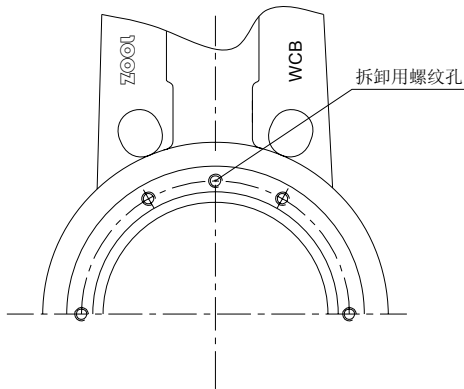

图8-5
- 当阀板 ② 处于 20%~30%开度后,将所有紧固压圈的定位螺钉 ⑫ 用拆卸工具(十字螺丝刀或内六角扳手),从逆时针方向拧松并拆下。
- 取出压圈 ③,当取出有困难时,可在如图 8-5 所示的拆卸用螺纹孔中顺时针方向拧入 2 个螺钉,则压圈能够较容易地拆下。